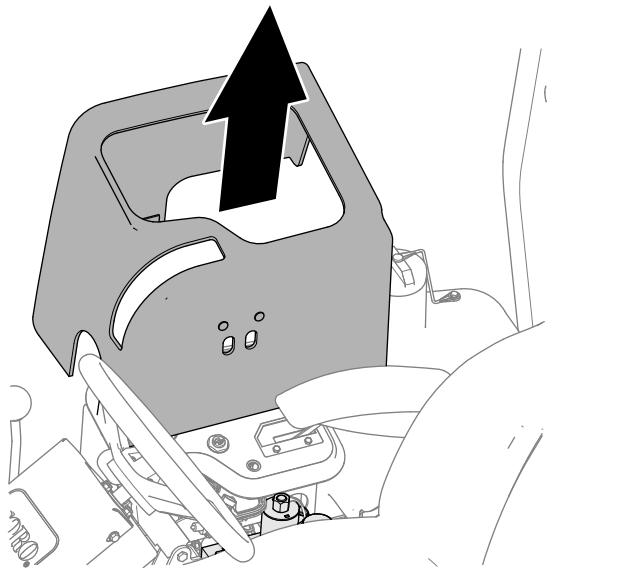

Figura 93
3. Eleve la cubierta de la consola montada magnéticamente (Figura 93) para exponer el colector de la segadora.